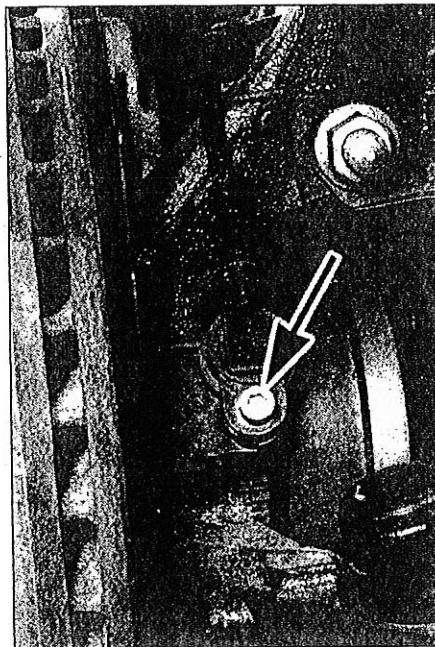

FIGURE 8-13
- Déposer le capteur de roue de son support (figure 8-13).